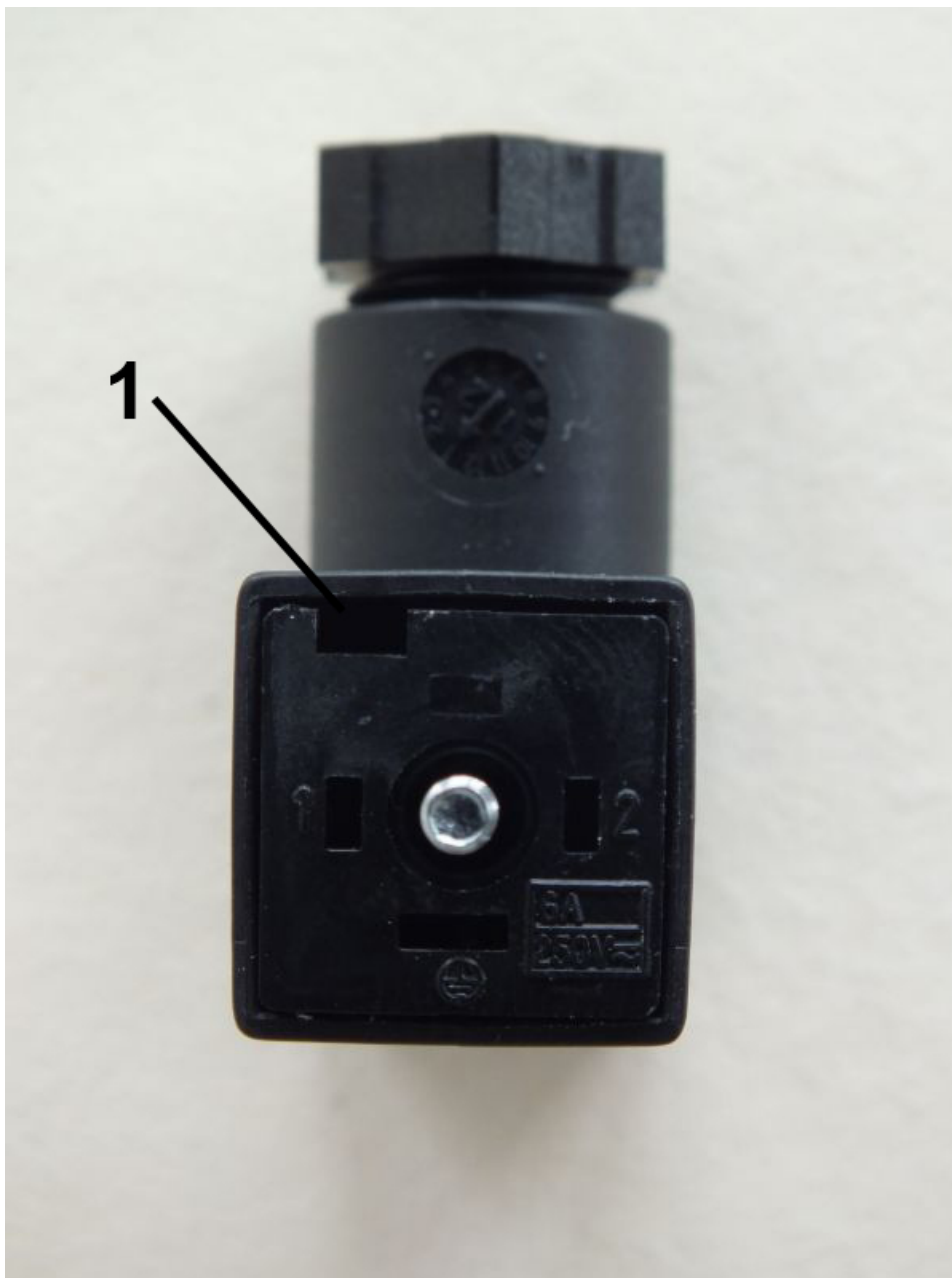

Abb. 23: Innenteil lösen
3. ➤ Steckereinsatz aus der Steckerdose entnehmen. Hierzu einen Schlitzschraubendreher in den Schlitz (Abb. 23/1) führen und Innenteil vorsichtig heraushebeln
- 7.** ➤ Steckereinsatz (Abb. 23) wieder in die Steckerdose führen und drücken, bis es einrastet